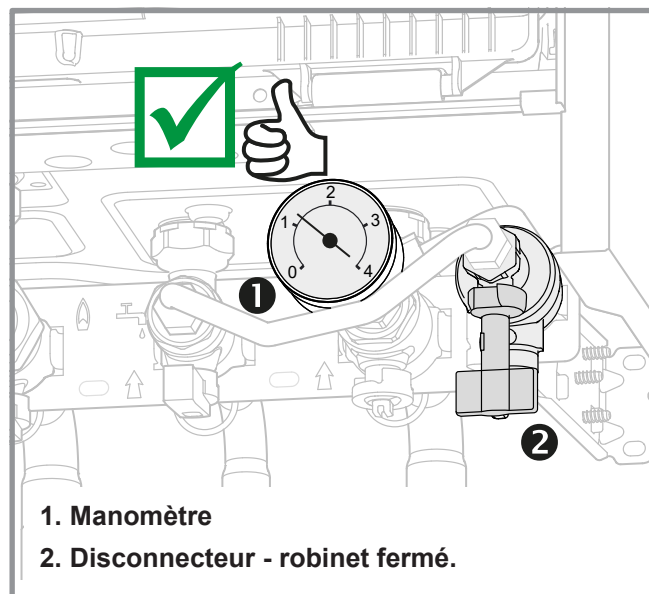

figure 3 - Contrôle de la pression hydraulique
- Vérifier régulièrement la pression de l'eau dans le circuit chauffage (se référer à la pression préconisée par l'installateur) *figure 3*
Remettre le circuit de chauffage en pression en ouvrant le robinet du disconnecteur (*figure 5*). Lorsque la pression indiquée sur le manomètre correspond à la configuration de l'installation (tableau ci-dessus), fermer le robinet (*figure 3*).